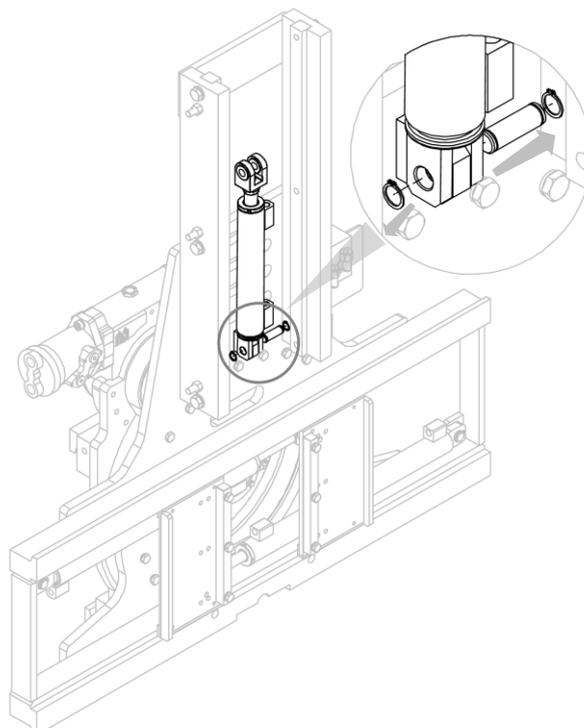

Abbildung 30
4. Nachdem Sie den Bolzen (zusammen mit den Gummisperrringen), mit dem der Zylinder an der beweglichen Konstruktion befestigt ist, ausgebaut haben, bauen Sie den Zylinder aus (siehe *Abbildung 30*).